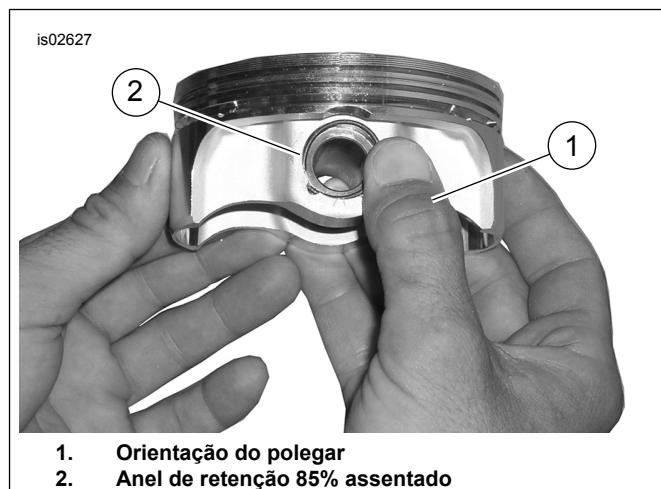

Figura 3. Instalação do anel de retenção (pistão genérico mostrado)
3. Veja Figura 3. Posicione seu polegar (1) como mostrado e pressione com firmeza até que aproximadamente 85% do anel de retenção (2) fique assentado na ranhura.